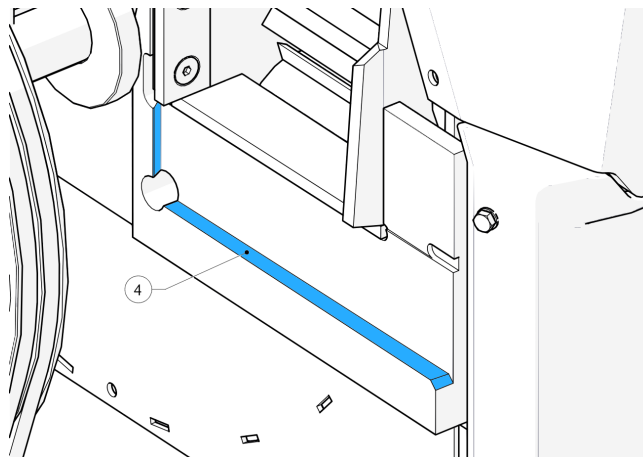

Abbildung 64 - Amboss-Sitz
12. Stellen Sie sicher, dass die Amboss-Sitze frei von Schmutz und Ablagerungen sind, bevor Sie den Amboss einsetzen (4, Abbildung 64).